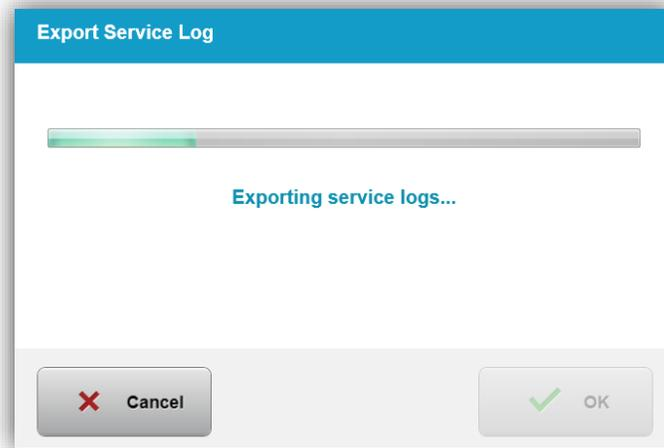

Figura 3-57. Exportar registro de serviço em andamento
- O sistema começa a transferir automaticamente o registro de serviço e exibe uma barra de progresso do processo de transferência, conforme mostrado na Figura 3-57.